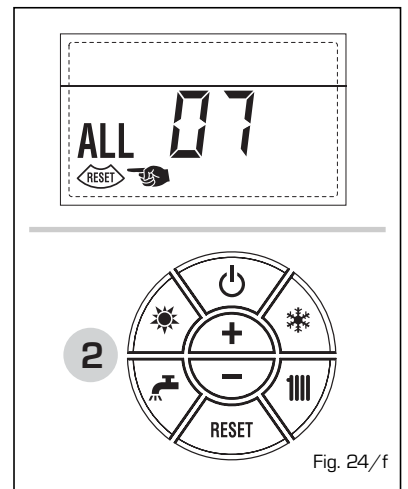

Fig. 24/f
**- PARASITE FLAME ANOMALY ALARM 08** (fig. 24/g)